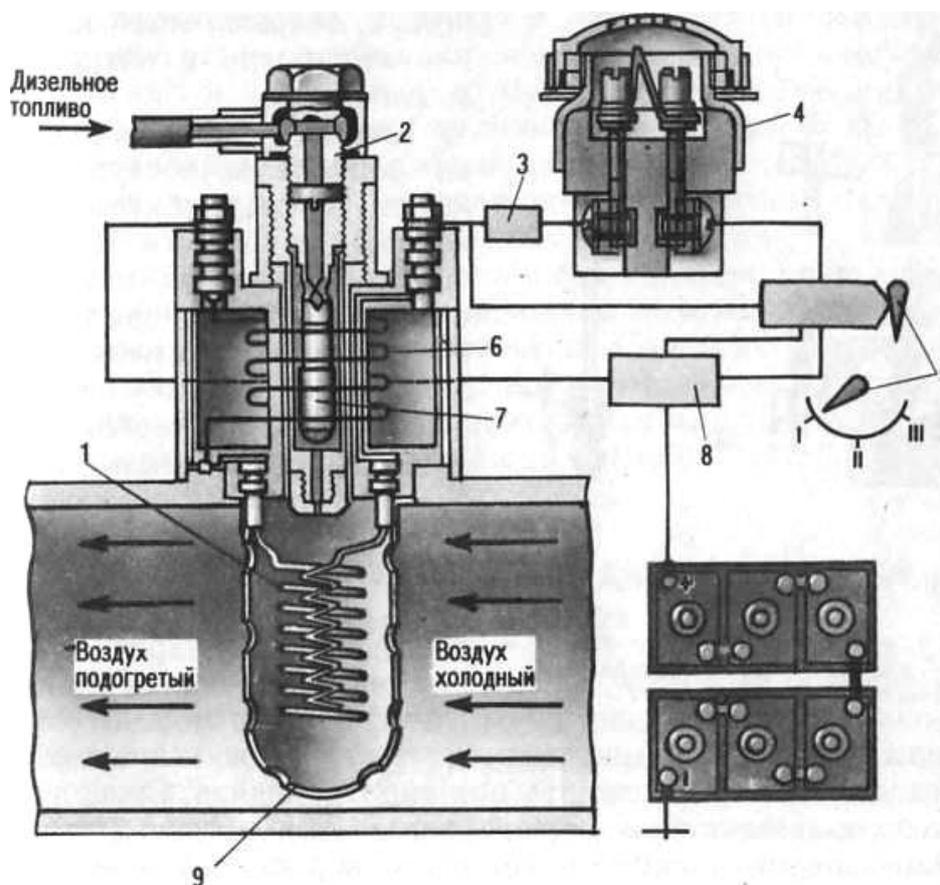

Рисунок 5 - Электрофакельный подогреватель:
**Электрофакельный подогреватель** (рисунок 5) размещается также во впускной трубе дизелей, работающих при температуре воздуха до  $-20^\circ\text{C}$ .